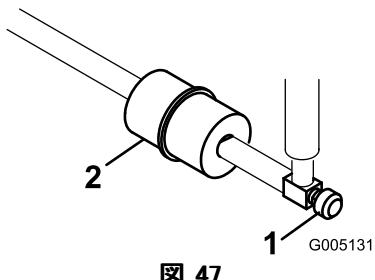

図 47
燃料フィルタはインライン・タイプで、燃料タンクとキャブレタの間にあります（図 47）。フィルタに付いている矢印をエンジンの方に向けて取り付けてください。
- 燃料バルブを閉じ、フィルタのキャブレタ側についているホース・クランプをゆるめ、燃料ラインからフィルタを外す（図 47）。
- フィルタの下に容器を置き、もう一方のクランプも外してフィルタを取り出す（図 47）。